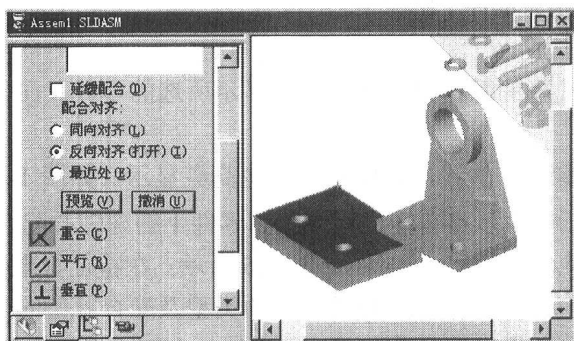

图 1-9 配合零件操作及配合窗口
- (2) 单击配合工具栏的  配合按钮，或选择【插入】|【配合】，在特征管理器的位置出现配合对话框，如图 1-9 所示。
(3) 选择零件 1 的底面，所选的零件 1 和零件 2 都被列在所选项目方框中。可以看到重合按钮  已经处于按下的选择状态，这是系统默认的状态，还有两个按钮可以按下，分别是平行按钮  和垂直按钮 ，两个平面的配合关系只能有这三种状态之一。
(4) 选择需要的配合条件即重合按钮，单击“预览”按钮。如果零件 1 和零件 2 的重合配合看起来不正确，单击“撤消”，根据需要更改选项，然后再单击“预览”，直到配合正确，单击确认应用按钮 。
(5) 关闭装配配合对话框时，零部件会移动到指定的位置，且配合关系会被添加到配合组中。如图 1-9 所示，两个平面重合到一起，因为此配合欠定义，所以看起来效果没达到。
- 重合配合 ：会将所选择的面、边线及基准面（它们之间相互组合或与单一顶点组合）重合在一条无限长的直线上，或将两个点重合。定位两个顶点使它们彼此接触。如图 1-9 中的面配合。